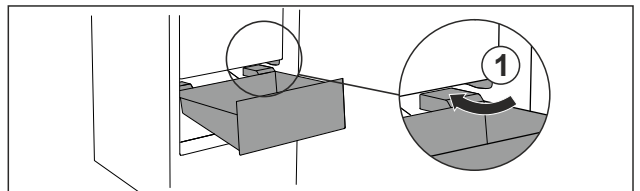

Fig. 102
- ▶ Обвести висувний ящик навкис навколо стопора Fig. 102 (1).